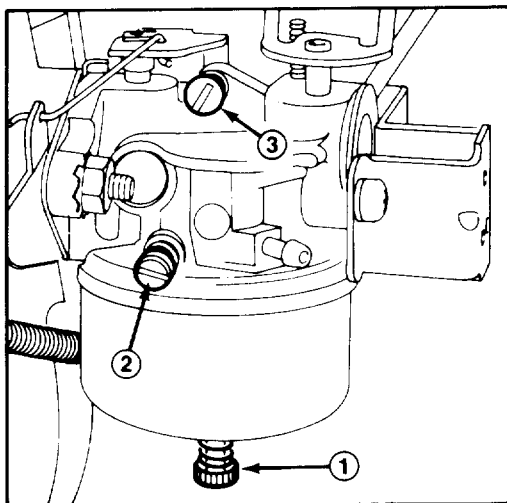

Figure 32
2. Vis de réglage de la puissance (Fig. 32). — Fermez la vis en la vissant délicatement à droite jusqu'à ce que vous sentiez une légère résistance quand le pointeau touchera son siège. Ramenez alors la vis d'un tour complet de 360° en tournant à gauche.
3. Vis de réglage du mélange de ralenti (Fig. 32) — Fermez la vis en la tournant délicatement à droite jusqu'à ce que vous sentiez une légère résistance quand le pointeau touchera son siège. Ramenez alors la vis de 1-1/2 tour complet en tournant à gauche.
5. Serrez la vis de réglage de puissance (Fig. 32) en tournant à droite de 1/8 tour à la fois, jusqu'à ce que le moteur ait des ratés à cause de la pauvreté du mélange d'essence. Tournez alors la vis à gauche de 1/8 tour à la fois jusqu'à ce que le moteur tourne de façon irrégulière par suite de mélange d'essence trop riche. Ramenez alors la vis à mi-chemin entre les deux points de mélange trop riche et de
6. Ramenez la commande des gaz à la vitesse de ralenti. Serrez alors la vis de réglage de vitesse de ralenti (Fig. 32) jusqu'à ce que le moteur tourne au ralenti accéléré, soit environ 1750 tours/minute.
7. Serrez la vis de réglage du mélange de ralenti (Fig. 32) en tournant à droite de 1/8 tour à la fois jusqu'à ce que le moteur ait des ratés à cause de la pauvreté du mélange d'essence. Desserrez alors la vis en tournant à gauche 1/8 tour à la fois jusqu'à ce que le moteur commence à marcher de façon irrégulière à cause du mélange d'essence trop riche. Ramenez alors la vis de mélange de ralenti à mi-chemin entre les deux points de mélange trop riche et de mélange trop pauvre.
8. Ramenez alors le réglage de la vitesse de ralenti (Fig. 32) jusqu'à ce que le moteur tourne au ralenti à 1750 tours/minute.